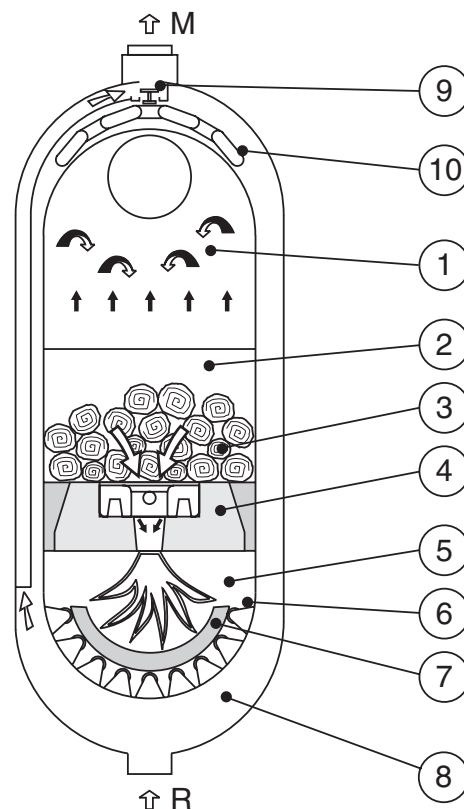

fig. 3
Le corps de la chaudière est constitué de deux parties, intérieure et extérieure, de forme ovale entre lesquelles circule l'eau du circuit de chauffage (fig. 3).
On peut distinguer les composants suivants (fig. 3) :
Dans une chaudière fonctionnant au bois sans dépôt de soufre, ni goudron au niveau du foyer inférieur, il est important d'obtenir une température des fumées à la sortie la plus basse possible afin d'améliorer le rendement. Pour cela, les passages des fumées se font à travers des surfaces sèches (fig. 3 - pos. 6) largement éprouvées dans des chaudières fonctionnant avec des brûleurs au fioul ou au gaz, sans risque de condensation à basse température.
Les cornières sur lesquelles il n'y a ni goudron, ni suie permettent le passage des cendres qui, après s'être déposées sur le berceau inférieur semi-cylindrique (fig. 3 - pos. 7), sont entraînées par les gaz de combustion vers la chambre ou boîte à fumées située à l'arrière de la chaudière.
Le brûleur est composé par une sole en béton réfractaire (fig. 3 - pos. 4) comportant une ouverture rectangulaire centrale par laquelle sort la flamme.